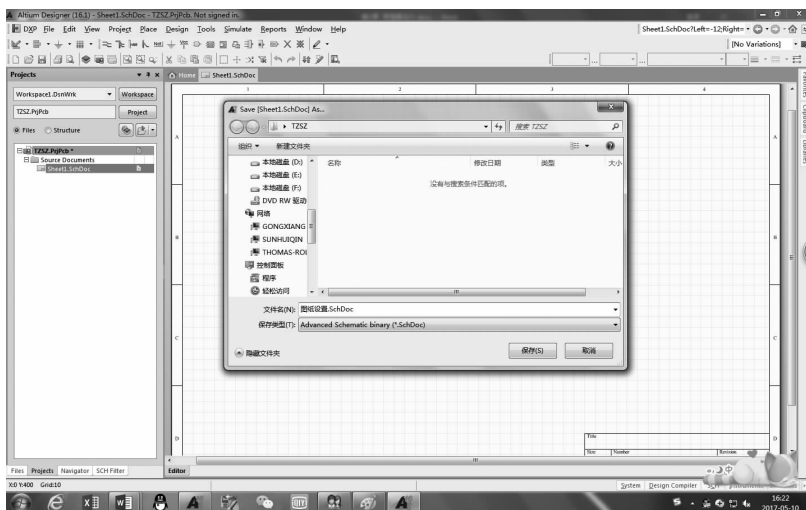

图 2-12 保存原理图
(2) 在“Sheet1. SchDoc”上右击,并执行“Save As”命令,将原理图保存为“图纸设置. SchDoc”,如图 2-12 所示。